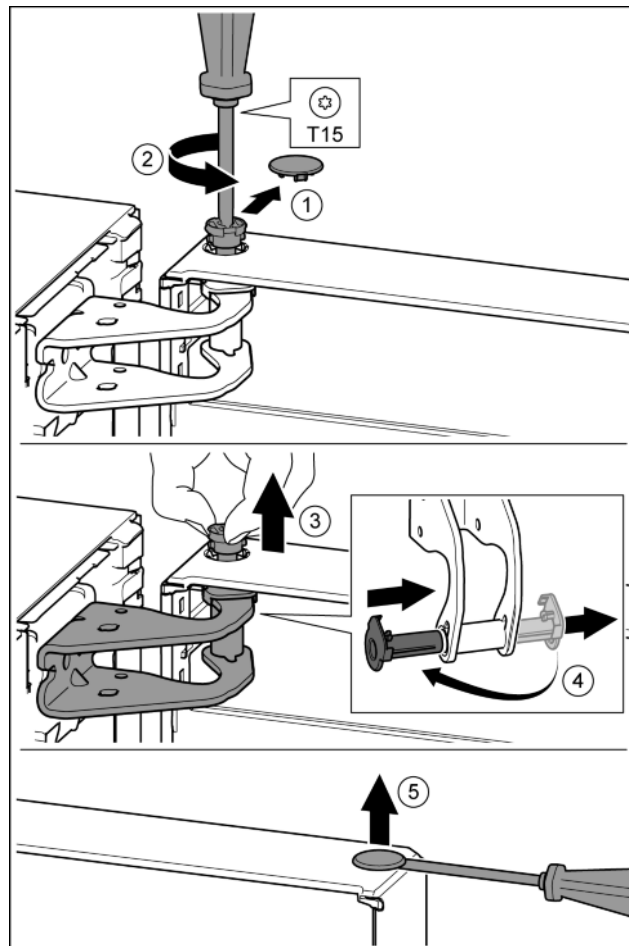

Fig. 9
- Bezpečnostní kryt opatrně stáhněte. Fig. 9 (1)
- Šroubovákem T15 o kousek vyšroubujte čep. Fig. 9 (2)
- Dveře držte a čep vytáhněte prsty. Fig. 9 (3)
- Vytáhněte ložiskové pouzdro z vedení. Vložte z druhé strany a zaklapněte. Fig. 9 (4)
- Plochým šroubovákem opatrně nadzvedněte zátku z ložiskového pouzdra dveří a vytáhněte ji. Fig. 9 (5)